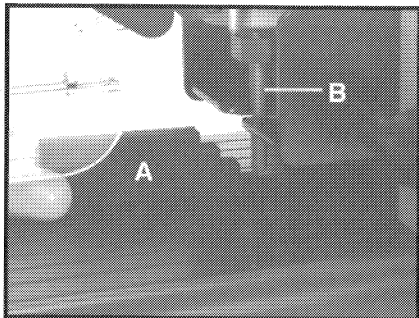

Fig. 5
3. Positionnez la jauge de réglage (A) Fig. 5, fournie du modèle 551, sur la base de la machine. La jauge a cinq mesures marqués des épaisseurs des matériaux standards.